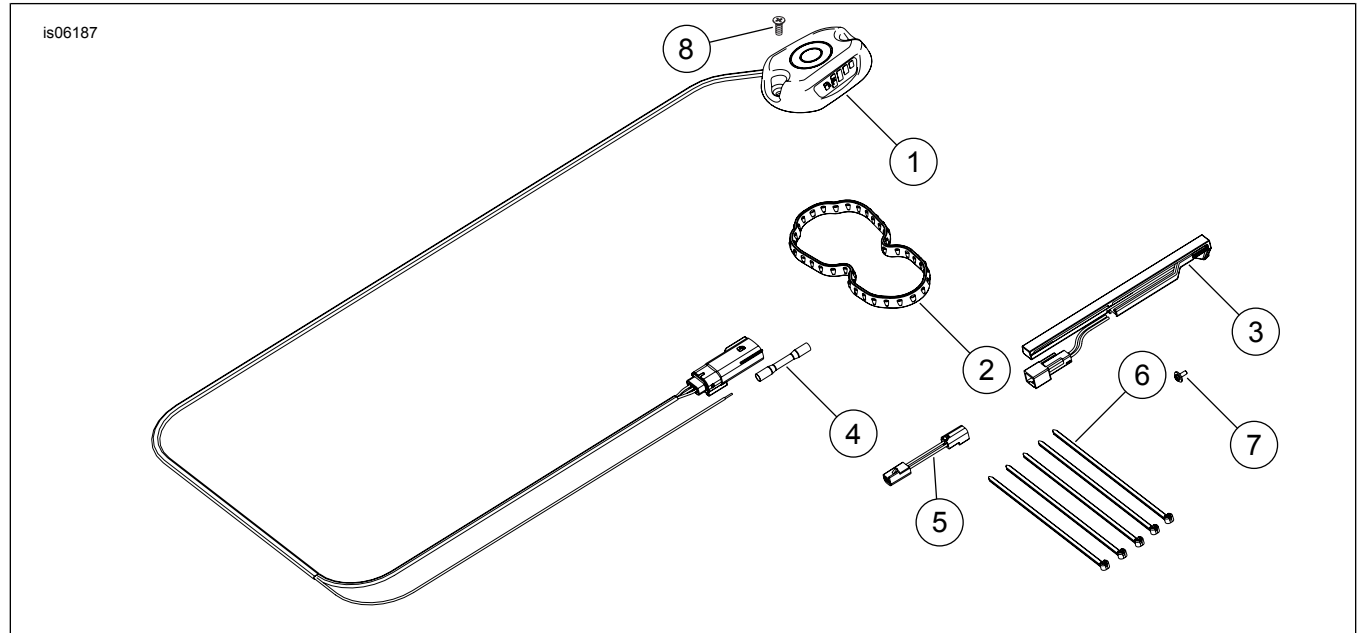

Figura 4. Piezas de servicio para el indicador de combustible Sportster
Consulte Figura 4 y Tabla 1 .
- a. Instale el sensor de combustible en el módulo de la bomba de combustible, orientado como se muestra, y localice la base en el agujero de montaje (4) de la bomba de combustible.
- d. Asegure el sensor del nivel del combustible en la bomba de combustible con un tornillo (3). Apriete el tornillo lo suficiente para colocar el sensor del combustible contra la lengüeta de montaje.
- e. Pase el cableado del sensor del nivel de combustible debajo de la manguera de combustible y conecte el sensor del nivel de combustible en el conector del interruptor del nivel bajo de combustible en el módulo de la bomba de combustible. Si es necesario, use el arnés de puente (Figura 4 , artículo 5).
5. Vea Figura 4 . Pase el arnés del indicador de combustible a lo largo del manillar, siguiendo el cableado de la señal de giro hasta llegar al arnés principal. Luego, páselo dentro de la pieza de soporte de la bobina y la caja del arnés principal, hacia atrás a lo largo del eje central hacia el área de la cama del asiento.
8. Asegure el arnés del indicador de combustible y el cable naranja en el arnés de cables principal con correas de cables (6). Enrolle y asegure el arnés sobrante y la longitud del cable.